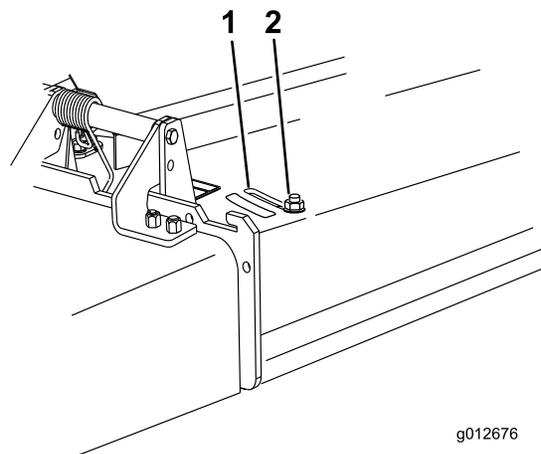

Figure 27
- Pour régler le déflecteur, desserrez l'écrou (Figure 27).